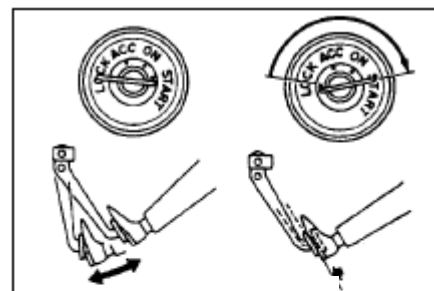

Рис. 272
(2) Эксплуатационная проверка
- б. Нажмите на педаль, затем запустите двигатель. (рис. 272)